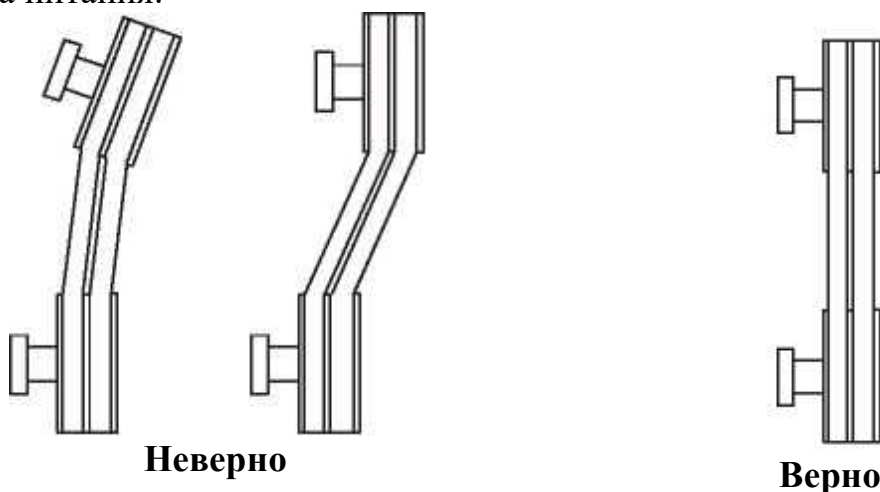

Рис. 2 Схема установки шкивов
6.4.15. При использовании клиноременной передачи, источник питания и насос должны быть параллельны. С помощью поверочной линейки убедитесь, что шкивы установлены надлежащим образом (см. рисунок 2). Регулировка положения производится установочными винтами на раме.